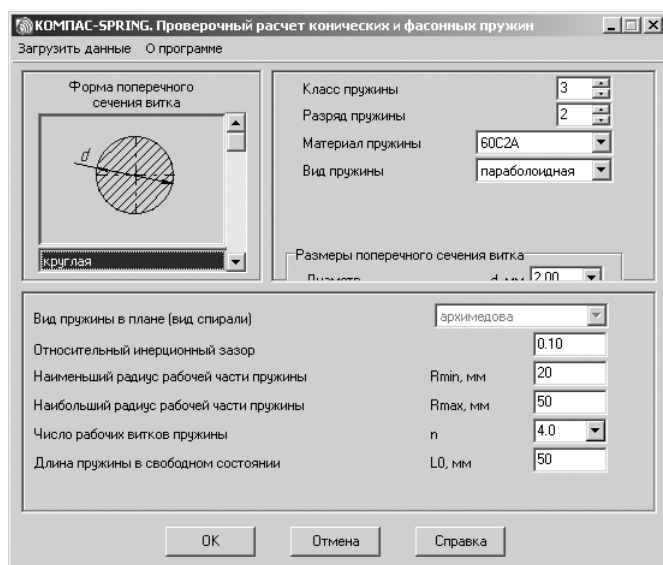

Рис. 4.85. Главное окно системы **КОМПАС-SPRING. Проверочный расчет конических или фасонных пружин**
- щелкните в главном окне системы **Проектирование конических или фасонных пружин** по кнопке **Проверочный расчет**. Появится главное окно системы **КОМПАС-SPRING. Проверочный расчет конических или фасонных пружин**, см. рис. 4.85.